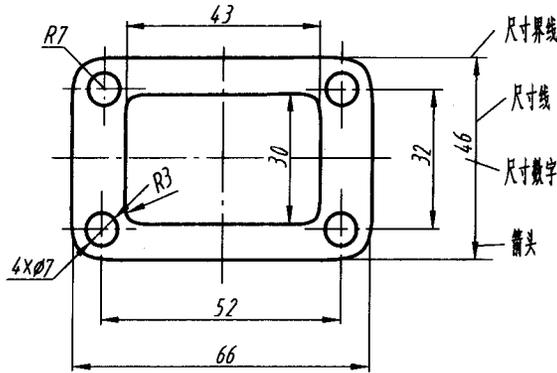

图 1-6 尺寸的组成
一个完整的尺寸，由尺寸界线、尺寸线、尺寸线终端（箭头或短斜线）和尺寸数字组成，如图 1-6 所示。
(1) 定形尺寸 用来确定图形的大小。如图 1-6 中的“66”和“46”，确定了长方形的长和宽。
(2) 定位尺寸 用来确定图形的位置。如图 1-6 中的“52”和“32”，确定了圆的中心位置。